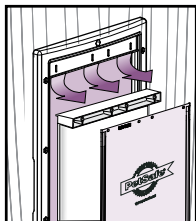
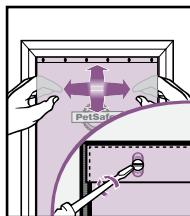

FIG. 15
FIG. 16
3. Si sustituye el batiente de aislamiento, retire la abrazadera del batiente junto con el batiente de aislamiento unido (Fig. 15). Retire los tornillos, el batiente de aislamiento y la placa de soporte de la abrazadera del batiente. Inserte el nuevo batiente de aislamiento en la abrazadera del batiente y la placa de soporte. Coloque y apriete de nuevo los tornillos (Fig. 16).